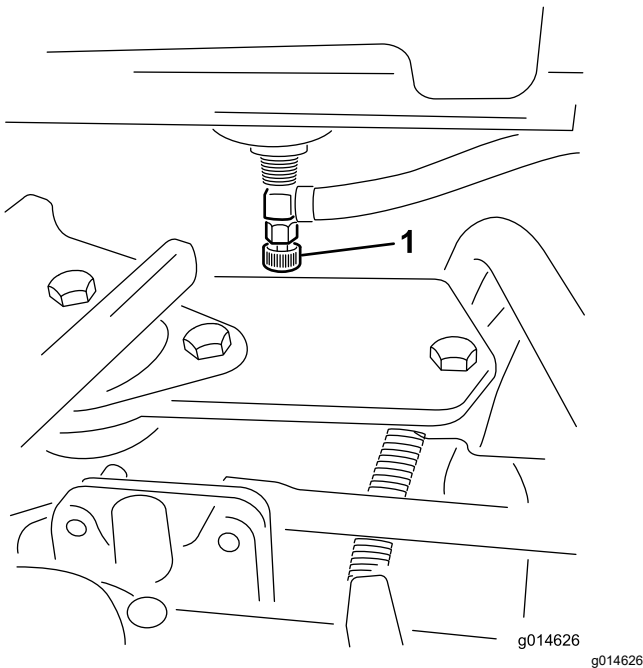

Figura 32
1. Feche a válvula de bloqueio de combustível (Figura 32) sob o tanque de combustível.